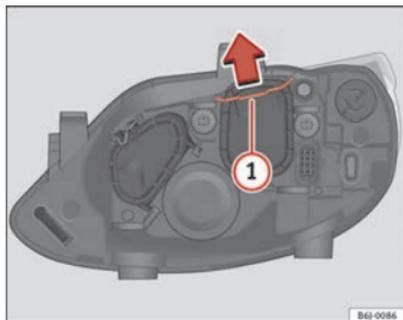

Fig. 141 Luz de cruce
- Desplace el tirante ⇒ fig. 141 ① en el sentido de la flecha y saque la tapa.